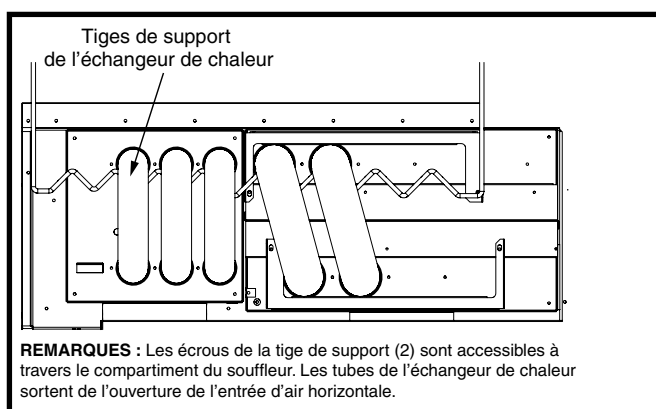

Figure 13. Emplacement des tiges de support
- Retirez les 2 écrous qui tiennent la tige de l'échangeur de chaleur. **REMARQUE :** Les écrous de la tige de support (2) sont accessibles à travers le compartiment du souffleur. Les tubes de l'échangeur de chaleur sortent de l'ouverture de l'entrée d'air horizontale. Voyez la Figure 13 \(page 19\).